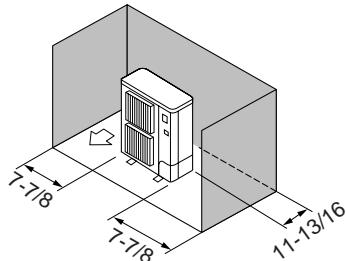

Fig. 2-4
③ Obstáculos sólo en la parte trasera y los laterales (Fig. 2-4)